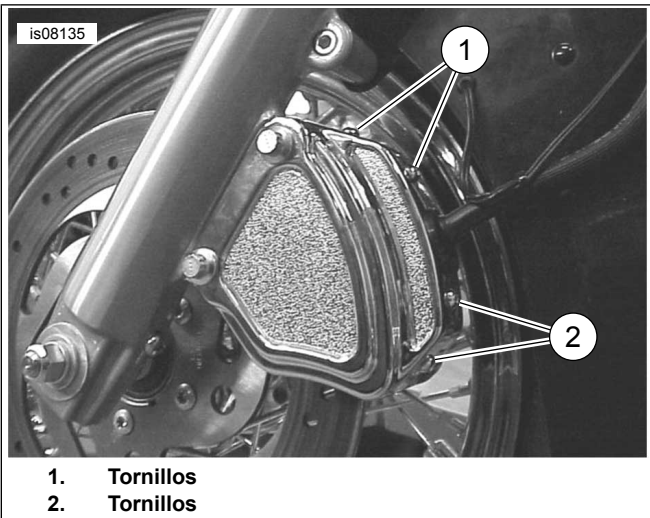

Figura 3. Instalación de la cubierta de la mordaza
7. Vea Figura 3. Instale los cuatro tornillos con las arandelas onduladas a través de la cubierta exterior y dentro de la cubierta interior.